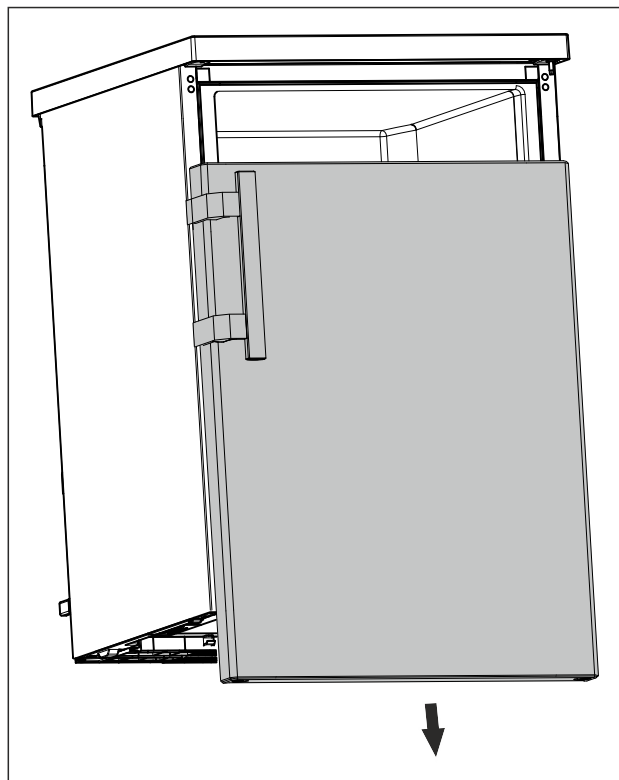

Fig. 16
- Hiqni derën nga poshtë. (shihni Fig. 16)